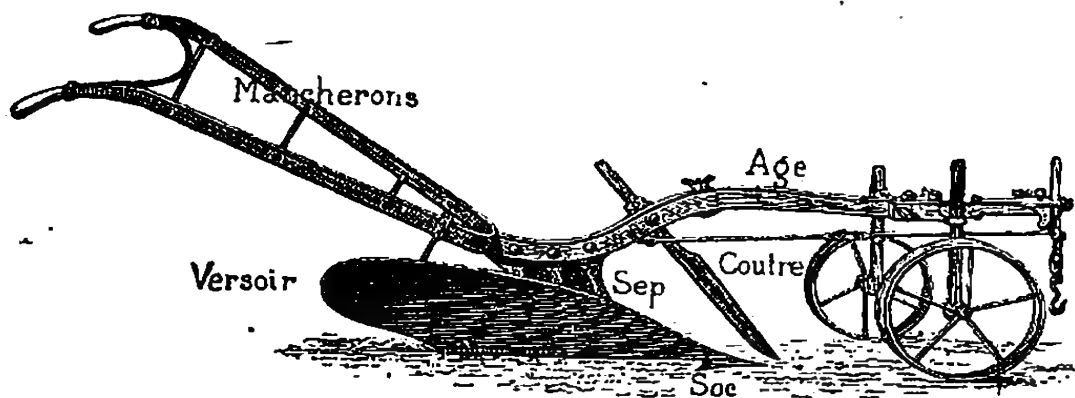

Fig. 325. — Charrue ordinaire.
Dans les jardins, les labours s'effectuent à l'aide de la *bêche*, de la *houe* et de la *pioche*. Dans les champs, on emploie surtout la *charrue* (fig. 325).
3. Charrue. — La *charrue ordinaire* (fig. 325) comprend :